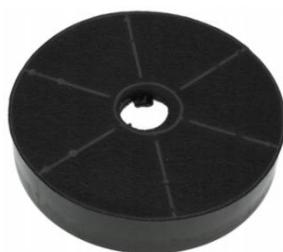

Рис. 6
2) Рециркуляции (рис. 5b) – внутренняя циркуляция воздуха через угольные фильтры (рис. 6). Вытяжка в данном случае не подключается к вентиляционной шахте и, таким образом, воздух просто прогоняется через вытяжку внутри кухни, т.е. очищенный фильтрами воздух возвращается в помещение через выходное отверстие.
В этом режиме на вытяжку должны быть установлены угольные запахоулавливающие фильтры (рис. 6). Эти фильтры не входят в комплект вытяжки и приобретаются отдельно. Угольные фильтры следует менять не реже, чем раз в 3 месяца (в зависимости от интенсивности приготовления пищи). Использование вытяжки в режиме рециркуляции снижает ее производительность.